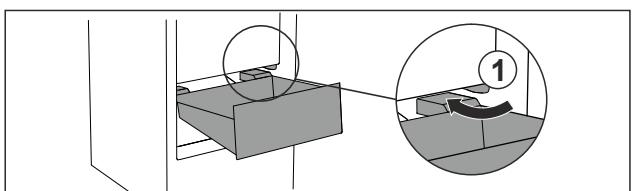

Fig. 87
- Zásuvku vedte šikmo podél zarážek Fig. 87 (1).